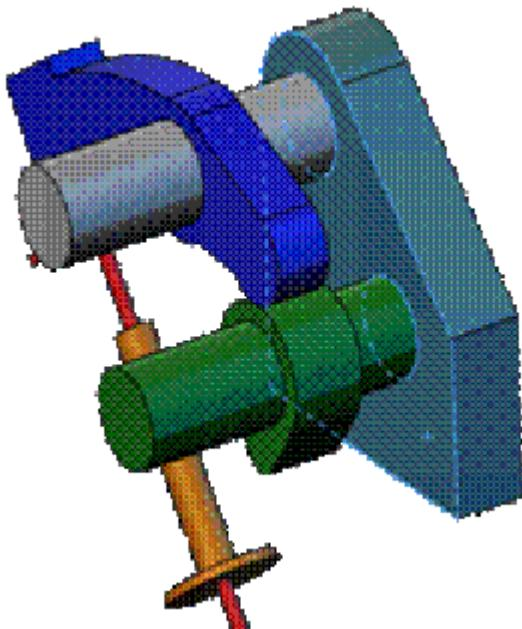

Рис. 5.2. Обертання моделі
3.1. Виберіть **Обернати вид**  і поверніть модель (рис. 5.2) для відображення контакту між стержнем кулачка та гранями шатуна.